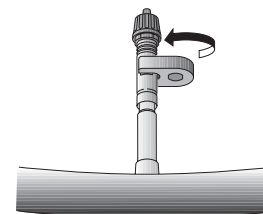

Fig. 6
- Avvitare la prolunga sulla valvola con la chiave (in dotazione solo con le prolunghette del tipo lungo) o con la sola forza della mano (Fig. 6).
- Screw the adapter onto the valve by using the wrench (which is only provided with long-type adapters) or simply by hand (Fig. 6).
- Mit dem Schlüssel (Standardausstattung nur bei der langen Verlängerung) oder mit der bloßen Hand die Verlängerung auf dem Ventil fest anziehen (Abb. 6).
- Vissez le raccord sur la valve avec la clef (fournie uniquement pour les raccords de type long) ou seulement avec la force de la main (Fig. 6).
- Enroscar el prolongador en la válvula con la llave (provista sólo con los prolongadores largos) o usando sólo la fuerza de la mano (Fig. 6).
- Schroef de adapter op het ventiel door gebruik te maken van de schroefsleutel (alleen geleverd bij het lange type adapter) of handmatig (Fig. 6).